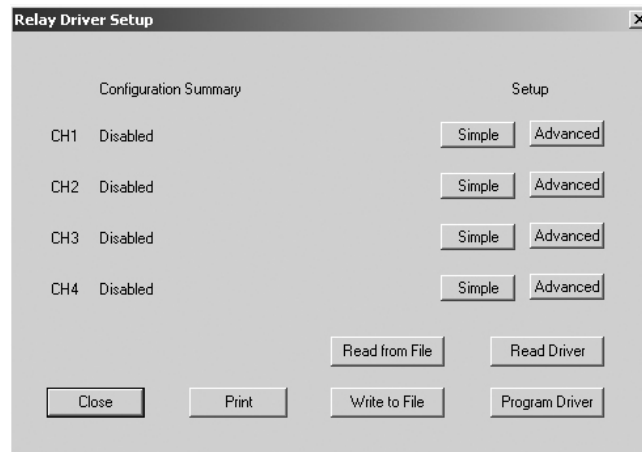

Figura 2. Pantalla de configuración del Relay Driver
1. Desde la pantalla de configuración del Relay Driver (como se muestra en la Figura 2), elija el botón de instalación **Simple** que está al lado del canal deseado.